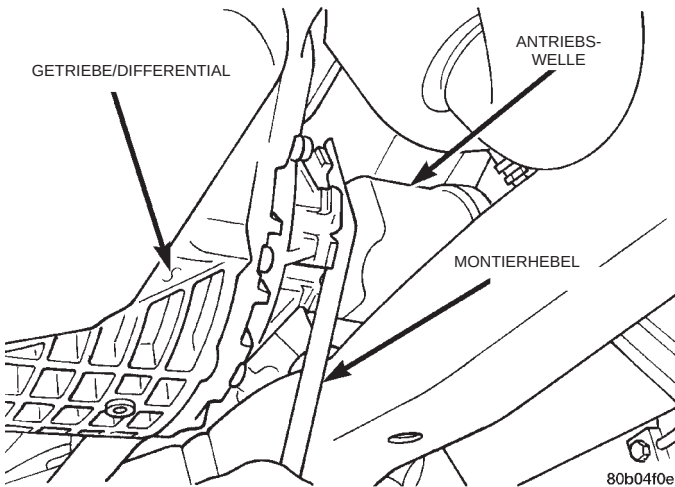

Abb. 44 Ausbau der Antriebswelle
(22) Die inneren Topfgelenke mit einem Montierhebel vom Getriebe wegdrücken (Abb. 44).